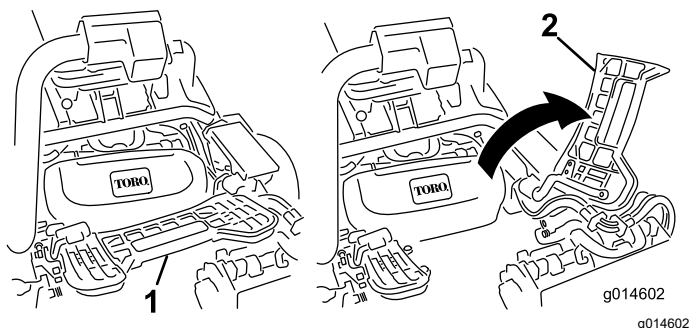

Figura 61
2. Eleve o apoio de pé e incline-o para aberto, permitindo o acesso à posição da unidade de corte central (Figura 61).